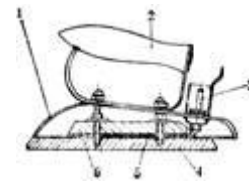

图 4-2 普通型电熨斗
2) 使用时应注意控制电熨斗的温度。使用普通型电熨斗（图 4-2）要根据衣物纤维种类和经验控制通电时间，以保证电熨斗的温度适宜。使用调温型电熨斗要将调温旋钮旋放至于衣物纤维名称相同的位置，以防止温度过高，烫坏衣物或出现火灾事故。当调温型电熨斗的恒温器失灵后要及时维修，否则温度无法控制，容易引起火灾。